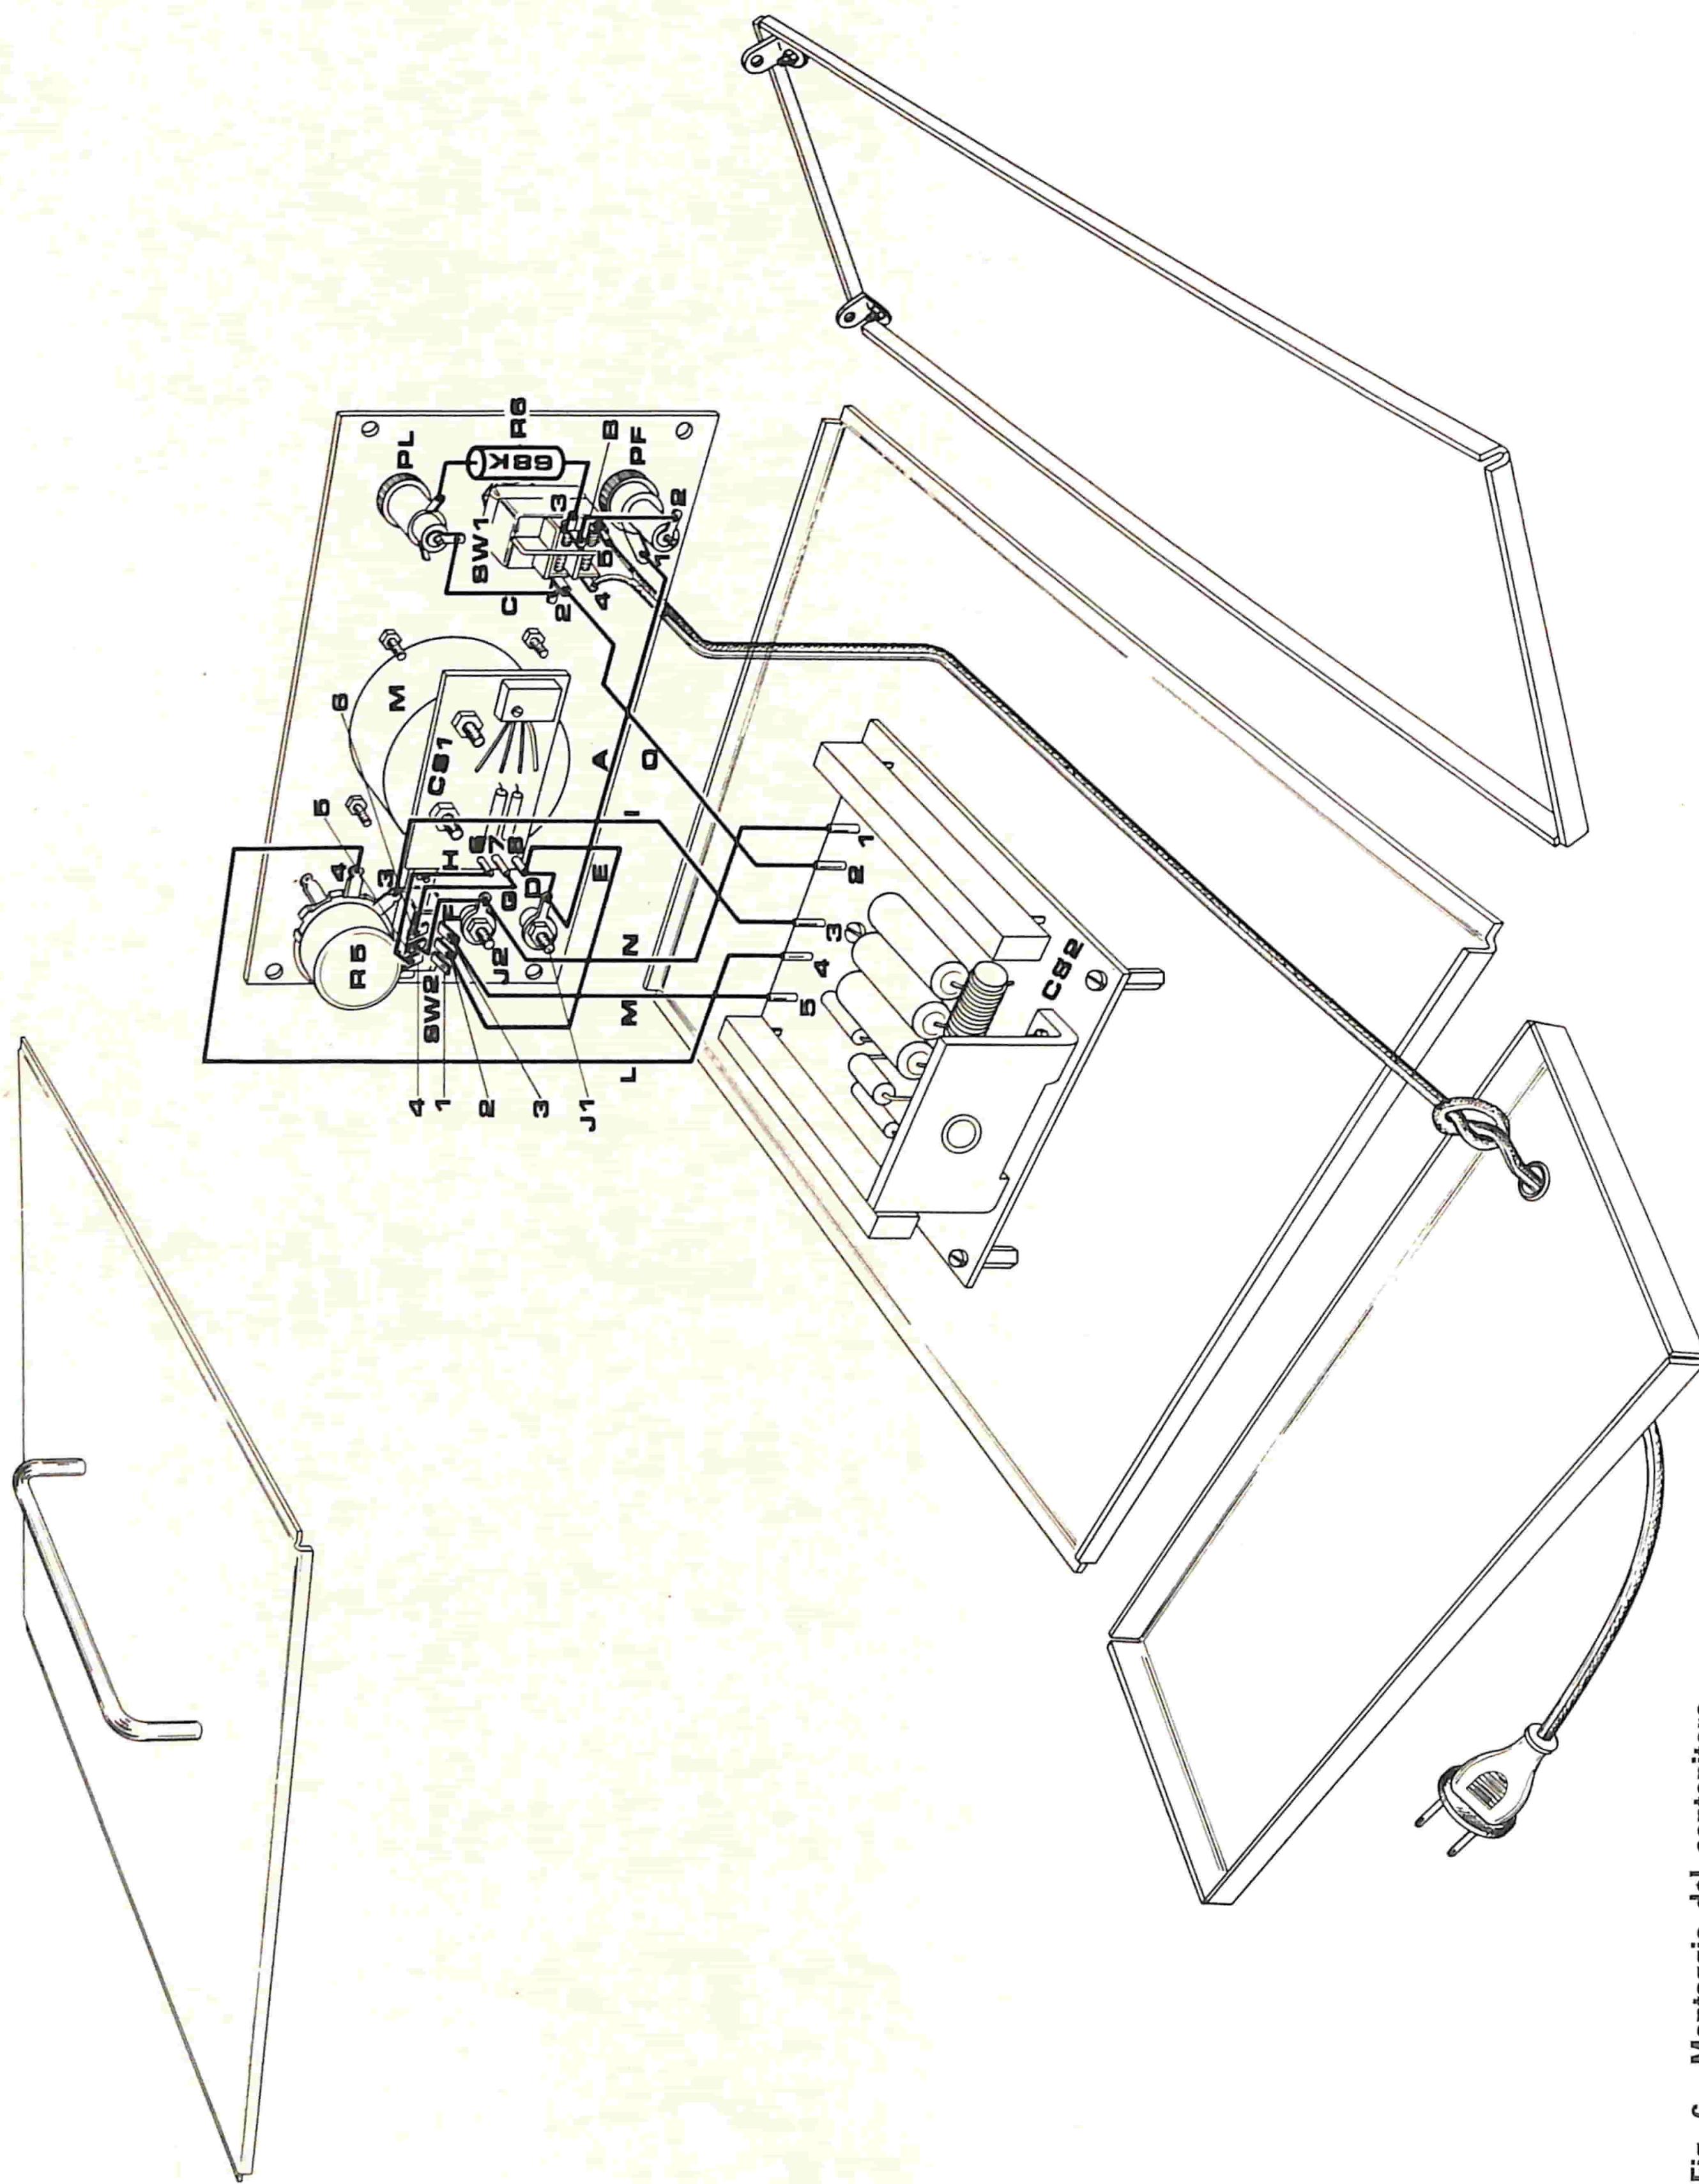

Fig. 6 - Montaggio del contenitore.
- Montare i resistori R3 - R4 inserendone i terminali nei rispettivi fori in modo che la loro battuta di arresto aderisca alla bachelite; il corpo dei resistori rimane così distanziato dal piano di circa 8 mm - saldare e tagliare i terminali che superano di 2 mm il piano del rame - Montare i tre distanziatori esagonali fissandoli con viti del $\varnothing$ 3 x 8 mm. Interporre fra ognuno di essi e il CS due rondelle isolanti fig. 6.
sione SW1 dopo aver fissato ad esso i 6 terminali, vedi fig. 6.
IV Fase - Montaggio del contenitore fig. 6